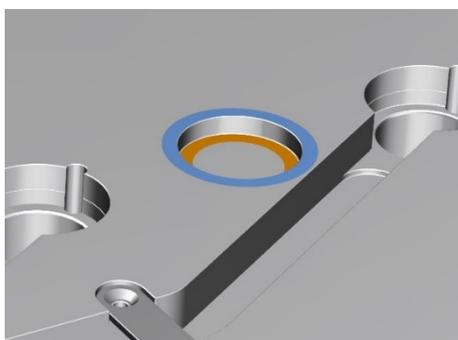

Figura 38: Centrado con aro de posicionamiento
- 9) Como alternativa al centrado con un pasador, se puede proporcionar un aro de posicionamiento. Aquí nuevamente, debe verificar la profundidad de instalación (distancia entre las superficies azul y naranja en la Figura 38) y compararla con el dibujo de diseño de su canal caliente. Si el valor está dentro de la tolerancia especificada, coloque el aro en posición. En este caso, no se requiere disco espaciador.